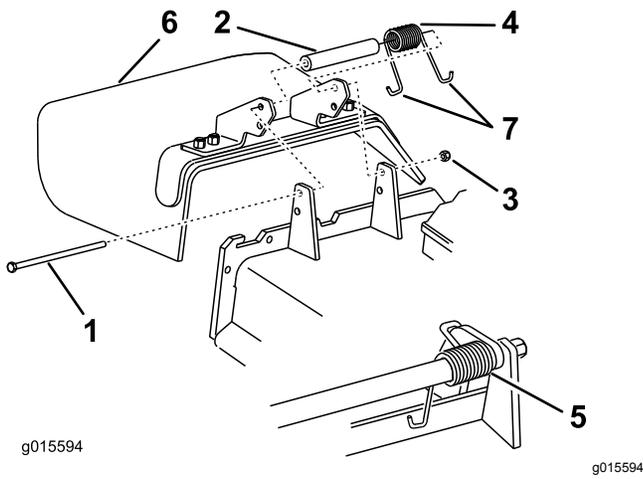

Figura 61
1. Posizionate un'estremità della molla dietro il bordo del piatto e l'altra estremità sul deflettore dell'erba (Figura 61).
- Utilizzate il bullone e il dado per fissare il gruppo deflettore dell'erba al piatto di taglio (**Figura 61**)
- Infilate l'estremità a gancio J della molla attorno al deflettore di sfalcio (**Figura 61**).